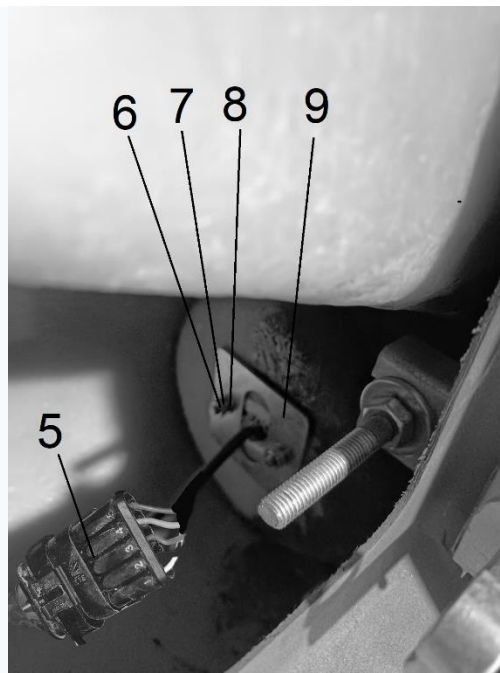

Рис. 6.6 – Кріплення комбінованого ліхтаря
- від'єднати роз'єм(5) (рис. 6.6);
- відкрутити дві гайки(6), зняти шайбу-пружину(7), шайбу(8) та упорну пластину (9) (рис. 6.6);